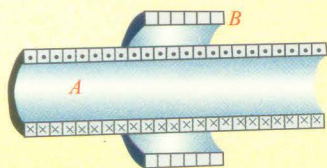

图 1-4-13 一对同轴螺线管
5. 图1-4-13表示一对同轴螺线管, 图中线圈A中的电流方向用“·”和“×”表示, 请画出线圈A的磁感线, 再分析如果线圈A中的电流增大或减小, 则线圈B中的感应电流分别为什么方向.